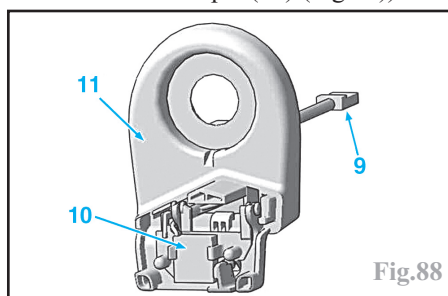

Fig.88
Débrancher le connecteur (9) (commande d'ouverture électrique (10) (Fig.88)).